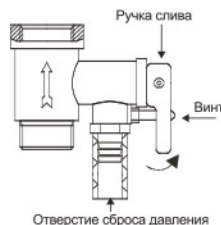

Рис. 6
6. Воду можно слить через комбинированный предохранительный клапан (рис.6) (для этого открутите винт ручки слива комбинированного предохранительного клапана и переведите ручку слива в верхнее положение, при это кран выхода горячей воды должен быть открыт, а кран подачи холодной воды в водонагреватель должен быть перекрыт).